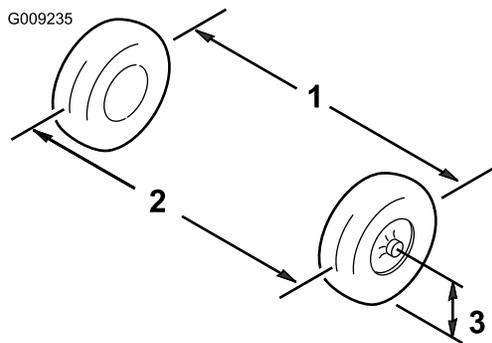

Figura 59
3. Mida la distancia entre los neumáticos delanteros a la altura del eje, en la parte delantera y trasera de las ruedas (**Figura 59**).